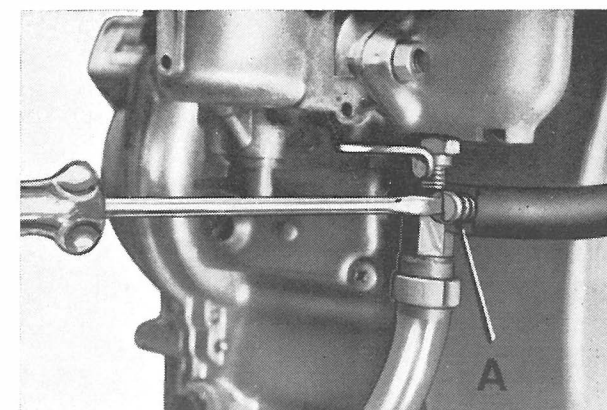

Fig. 82
– Agir sur la vis de réglage mélange (A, Fig. 82) jusqu'à obtenir un fonctionnement régulier.
– Act on mixture adjusting screw (A) (Fig. 82) until smoothest running of the engine is obtained.
Leerlaufgemischregulierschraube (Abb. 82; « A ») drehen, bis der Motor rundläuft.
- Acting on adjusting screw " B " (Fig. 82) set engine to the maximum speed obtainable under full load conditions.